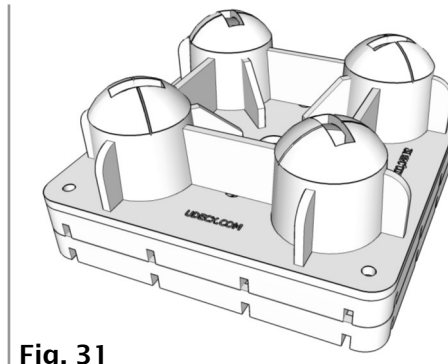
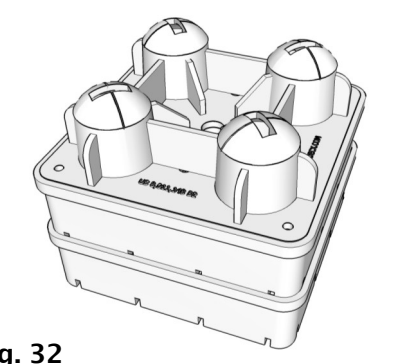

Fig. 31
Fig. 32
- 14.** **NO COLOQUE** mas de 2 Shims de 1" (G) (Fig.31) o mas de dos Risers de 3" (H) debajo de ningun Pier (A) (Fig.32)